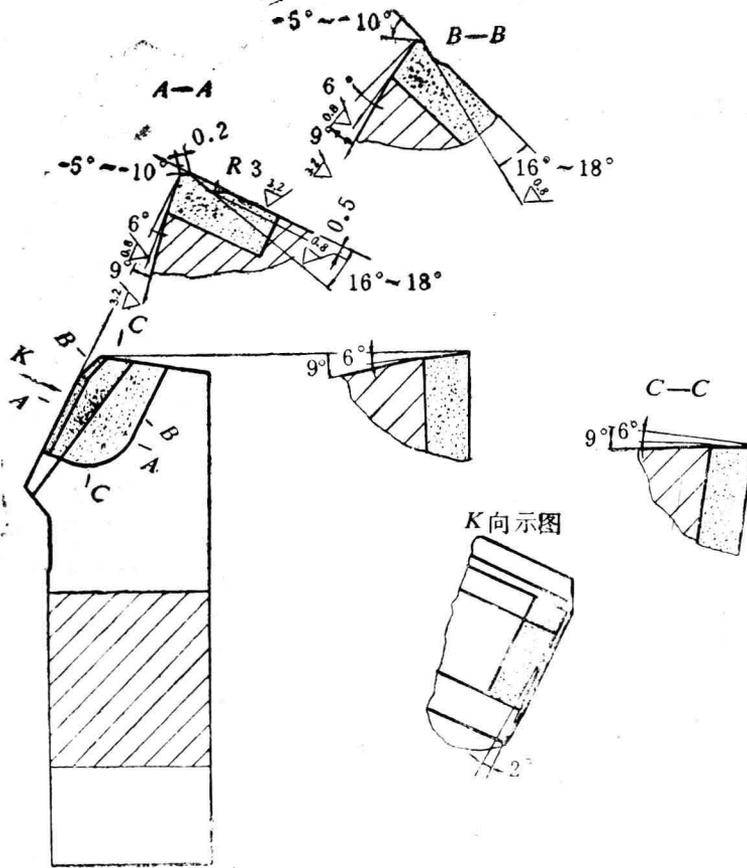

图18 75°强力切削车刀
90. 用辩证观点，分析如图18所示车刀几何参数的主要特点？